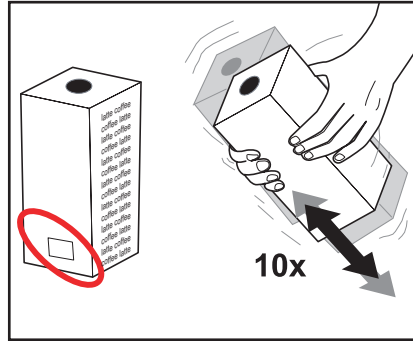

Рис. 2
- Соблюдать нанесенные на упаковки сроки годности (Рис. 2).
2. Перед установкой в автомат встряхнуть упаковку не менее 10 раз. (Рис. 2)